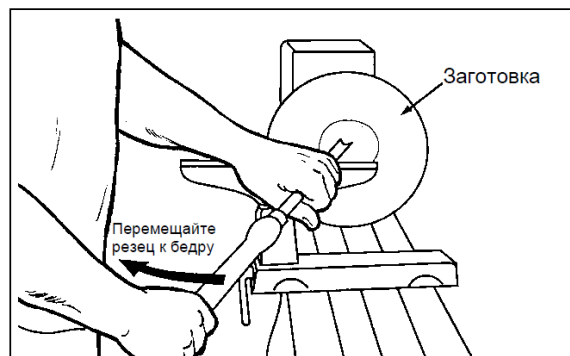

Рисунок 10-11
6. Левой рукой контролируйте режущий край резца, в то время как правая рука подтягивает ручку инструмента по направлению к туловищу (Рис. 10-11). Для получения гладкой изогнутой поверхности желобок резца должен двигаться от вершины наружного края чаши, поворачиваясь кверху так, чтобы смещаться вглубь чаши. По мере заглубления резца в заготовку постепенно поворачивайте его к краю. Возможно, после углубления заготовки подручник придется повернуть.